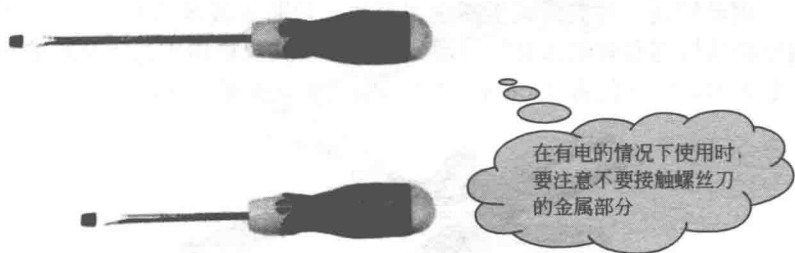

图 1-3 一字形改锥
① 一字形改锥：如图 1-3 所示，其规格用柄部以外的长度表示，常用的有 100mm、150mm、200mm、300mm、400mm 等。